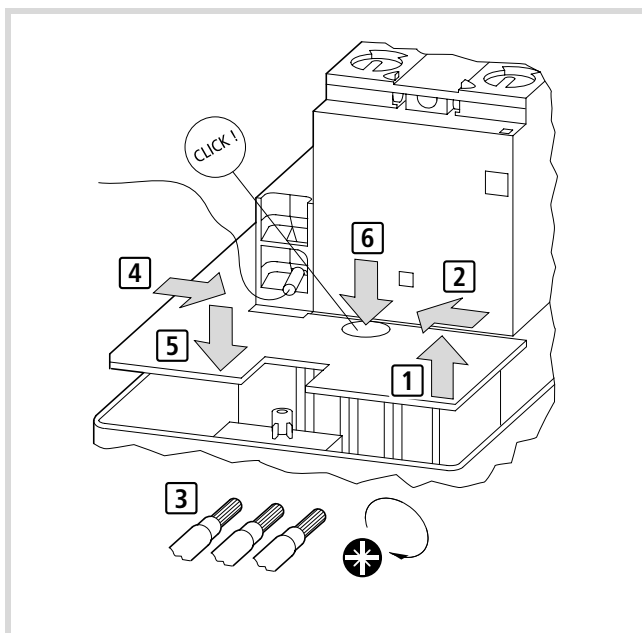

Abbildung 41: Abdeckplatte als zusätzlichen Schutz für das AS-Interface® vor sich lösenden Leitern montieren
Montieren Sie als zusätzlichen Schutz vor sich lösenden Leitern die Abdeckplatte (→ Abbildung 41 auf Seite 42).
- Klipsen Sie die Abdeckplatte als zusätzlichen Schutz für das AS-Interface® vor den sich lösenden Leitern ein. Die Vorgehensweise ist in Abb. 41 beschrieben.